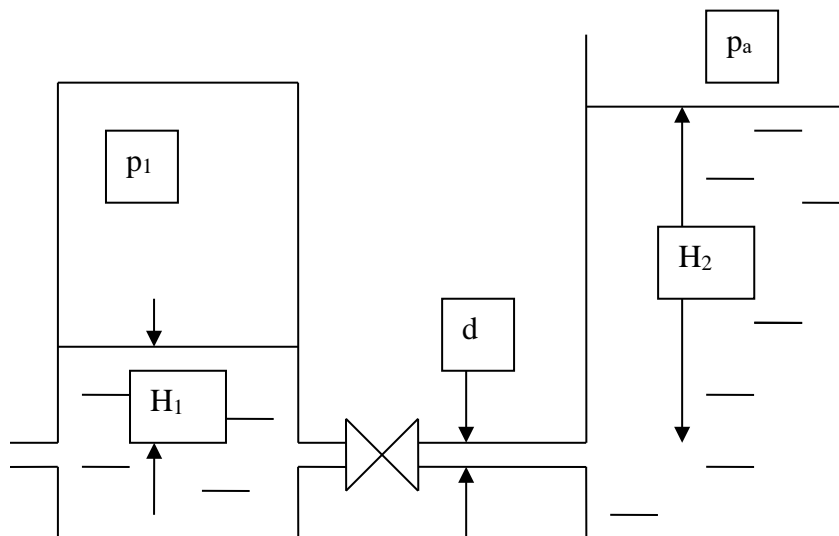

Рис. 8
**Задача 9.** Вода перетекает из напорного бака, где избыточное давление воздуха  $P_{изб} = 0,3$  МПа, в открытый резервуар по короткой трубе  $d = 50$  мм, на которой установлен кран. Чему должен быть равен коэффициент сопротивления крана  $\zeta_{кр}$  для того, чтобы расход воды составил  $Q = 8,7$  л/с. Высоты уровней  $H_1 = 1$  м и  $H_2 = 3$  м. Учесть потери на входе в трубу ( $\zeta_{вх} = 0,5$ ) и на выходе из трубы (внезапное расширение)  $\zeta_{вых} = 1$ . Рис. 8.